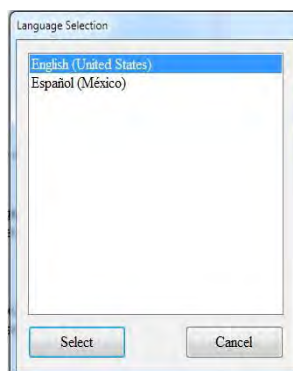

Figura 8: Pantalla Language Selection
- Haga clic en **Language Idioma** para seleccionar el idioma adecuado (*Figura 8*).